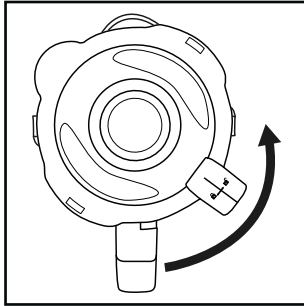

Fig. 1
- 1) Drej blenderkanden ❸ i retning mod uret, indtil pilen ▼ under blenderkandens ❸ håndtag står over positionen ➡. Tag blenderkanden ❸ lodret op fra motorblokken ❹.
- 2) Fjern låget ❷ ved at dreje det mod uret i retning af position ↻ (se fig. 1), indtil du kan tage det af oppefra.
- 3) Fyld blenderkanden ❸ mindst op til den nederste streg på skalaen ❸ og maksimalt til MAX-markeringen. For at opnå optimale resultater anbefaler vi følgende maksimale påfyldningsmængder: